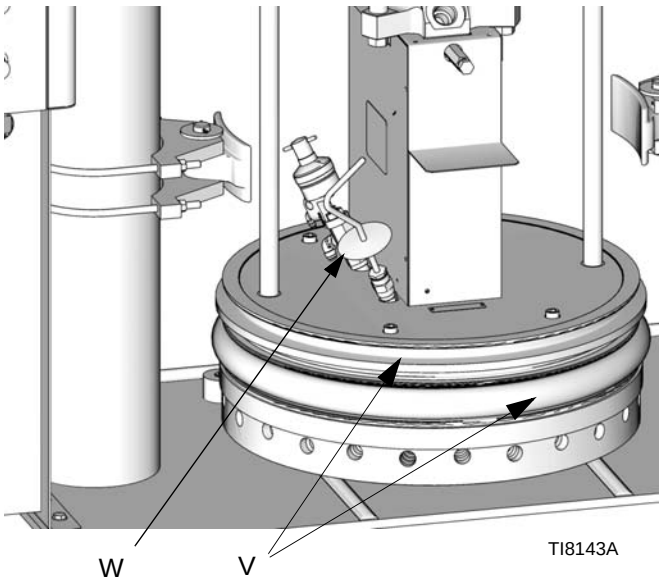

图 20: 吸盘
5. 给吸盘料桶密封件（V）涂上一薄层高温润滑剂（部件号：115982）。见 图 20。
- 9. 取下吸盘放气手柄（ W ）。见 图 20。
- 12. 在吸盘密封件（ V ）进入料桶后，将柱塞向下空气调节器（ P ）调整到 30-50 psi（207-345 kPa, 2.1-3.4 bar）。见 图 19 和 图 20。
- 13. 当柱塞停止时，重新插入吸盘放气手柄（ W ）并用手拧紧。见 图 20。